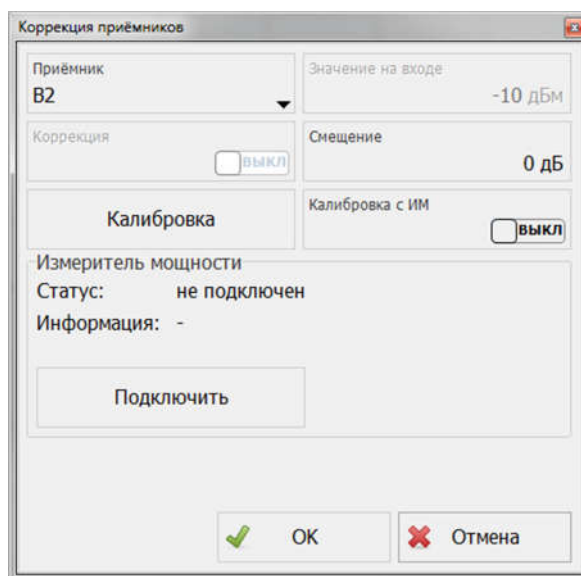

Рисунок 2.169 – Окно «Коррекция приемников»
- Выбрать пункт «Коррекция приемников» подменю «Калибровка мощности» вкладки «Калибровка» главного меню ПО. В появившемся окне выбрать калибруемый приемник и при необходимости задать смещение, которое будет учтено при коррекции (рисунок 2.169).